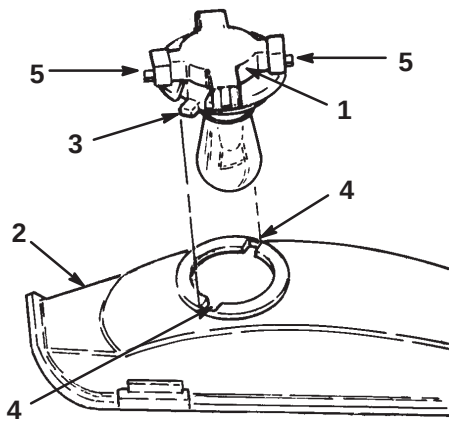

Figure 49
3. Dévissez l'embase d'un quart de tour vers la gauche et déposez-la du réflecteur (Fig. 49).
2. L'embase de l'ampoule présente deux languettes (Fig. 49). Alignez ces languettes face aux rainures du réflecteur, insérez l'embase dans le réflecteur et vissez-la à fond d'un quart de tour vers la droite.